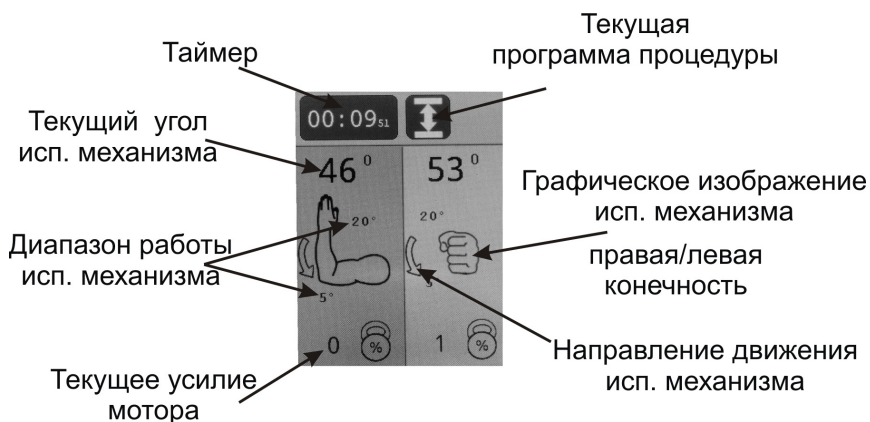

Рисунок 5.3 – Дисплей режима выполнения процедуры
5.1 Дисплей режима выполнения процедуры (см. рис. 5.3).
- В зоне А: заданный пользователем диапазон работы, текущее положение (угол) в градусах (аналогично рис. 5.3) для механизма А, а также меню его установок.
- В зоне В: заданный пользователем диапазон работы, правая (левая) конечность, текущее положение (угол) в градусах (аналогично рис. 5.3) для механизма В, а также меню его установок.